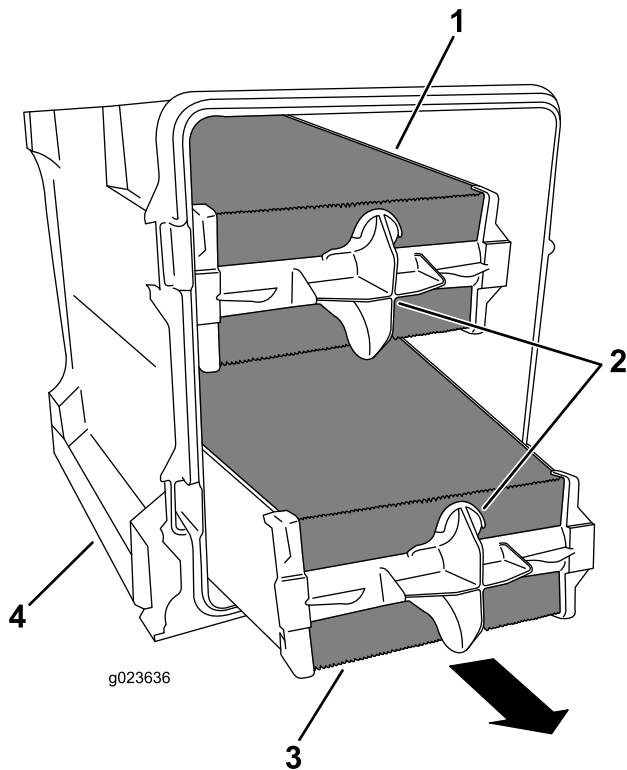

Figura 119
4. Segurando nas alças do filtro de ar, remova o filtro primário da tampa do purificador de ar (Figura 119).